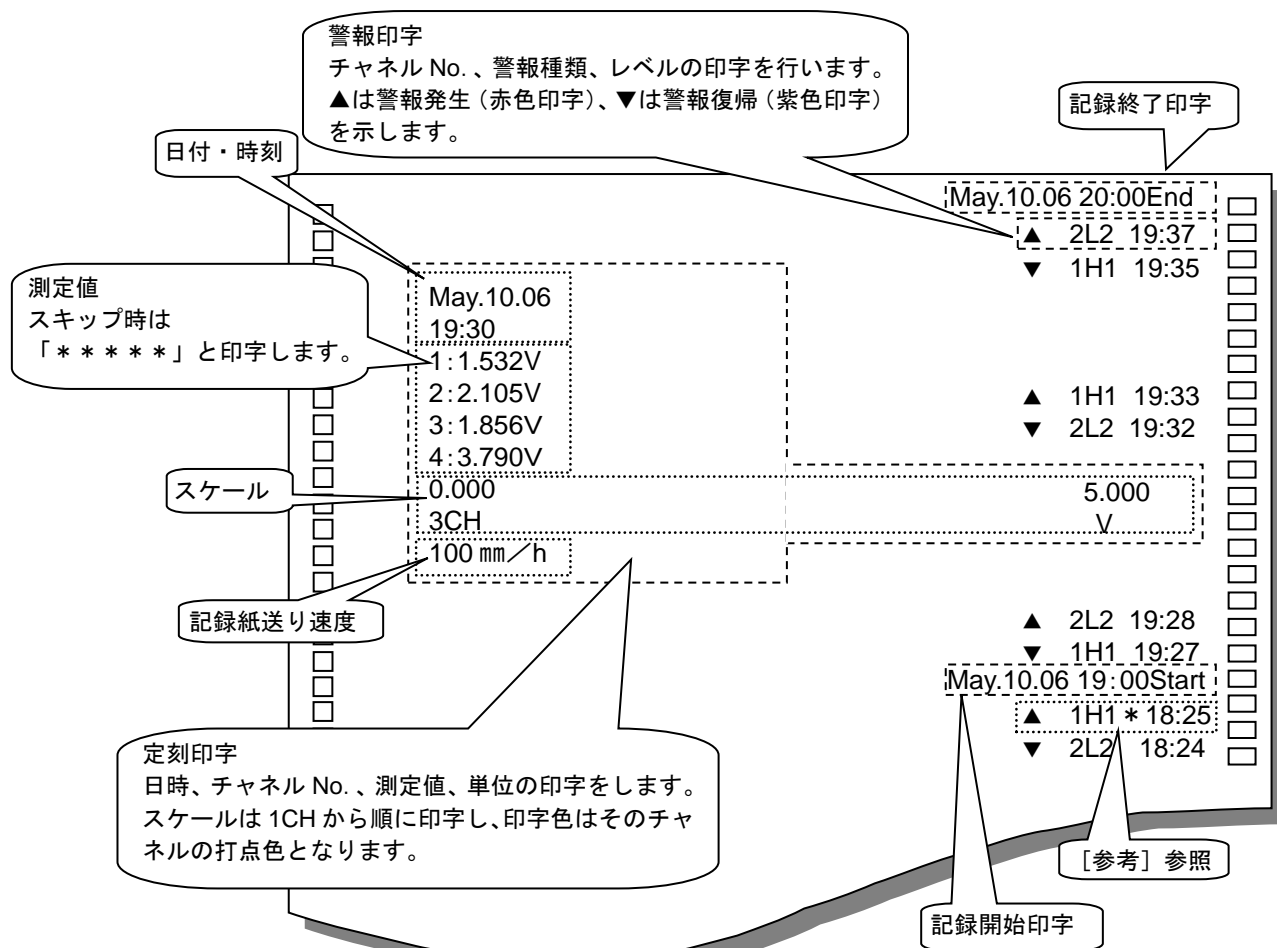

図 6.2 印字サンプル
- ・印字動作には、下記の優先順位があります。同時に複数の印字を起動した場合、上位のものを先に印字します。下位の印字動作は上位の印字動作が終了した後印字します。ただし、警報印字の場合、下位の印字動作と同時に印字します。(前頁図 6.2(例)では定刻印字と警報印字が同時です。)